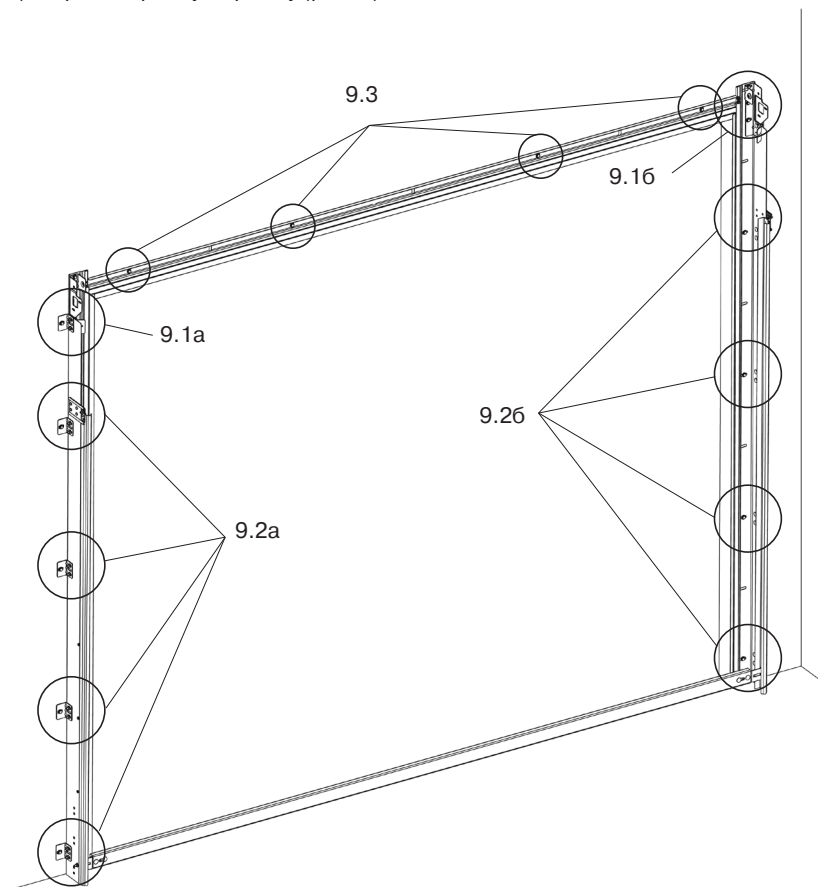

Рис. 9.
4) закрепить рамку к проему (рис. 9).